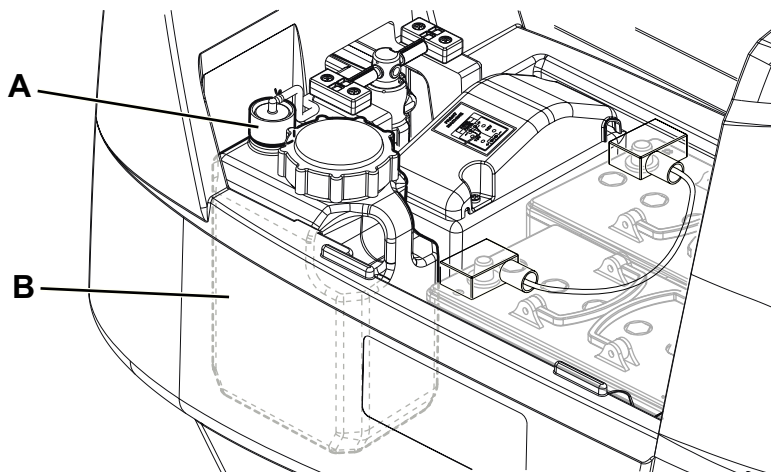

Рис. 13
2. Убедитесь, что машина отключена и ключ оператора (41) извлечен.
3. Поднимите крышку (34) и проверьте, что бак (33) пуст, иначе опорожните его с помощью сливного шланга (12).
4. Закройте крышку (19).
5. Возьмитесь за ручку (16) и осторожно поднимите бачок (33).
6. Открутите крышку (А, Рис. 13) бака моющего средства (В).